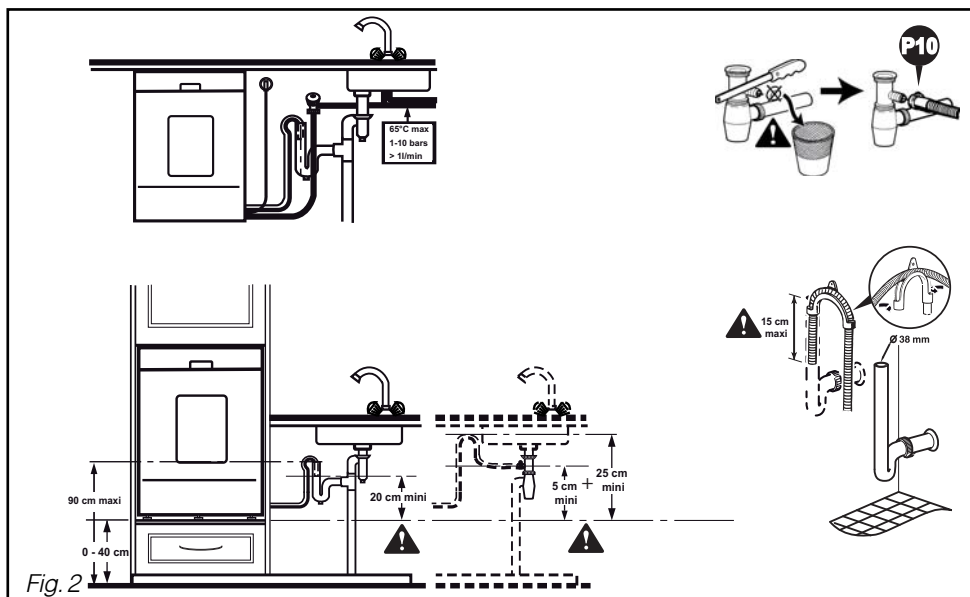

Fig. 2
• UDLEDNING AF SPILDEVAND: FIG. 2